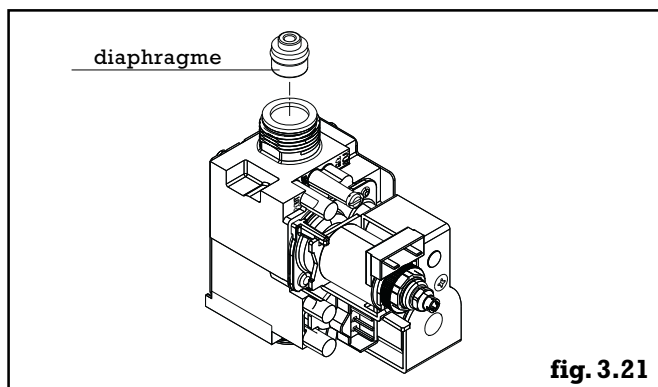

fig. 3.21
- démonter la tuyauterie gaz au niveau de la vanne gaz et retirer le diaphragme placé à la sortie de celle-ci dans le cas d'une transformation au GPL (fig.3.21). Mettre en place le diaphragme fourni avec le set dans le cas d'une transformation aux gaz naturels